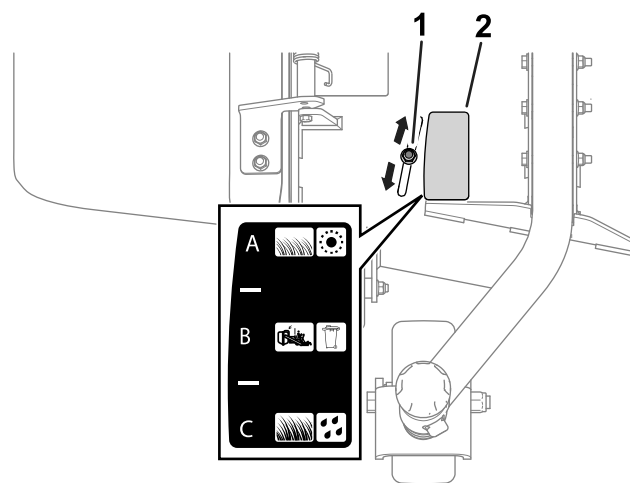

Figura 16
Consulte las siguientes secciones para obtener una descripción de cada posición del deflector de flujo. Figura 16 ilustra cada posición (es decir, A, B, y C) como se ve en la calcomanía.
2. Afloje la tuerca (Figura 16).